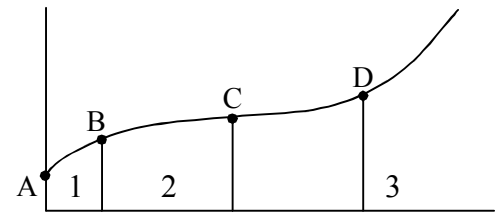

Рисунок 1
33. Що характеризує точка А (рис. 1)?
34. Що характеризує точка В (рис. 1)?
35. Що характеризує точка D (рис. 1)?
36. Що характеризує точка С (рис. 1)?